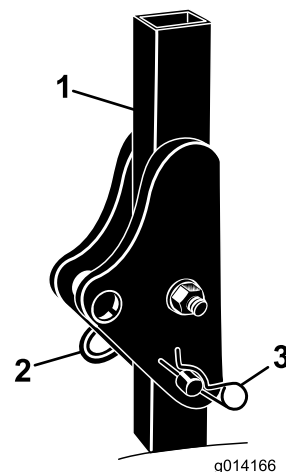

図 5
1. 機体の左右で保護バーからヘアピンコッターを抜き、ピンを外す 図 5。
2. 横転保護バーを立て、ピン2本で固定し、ピンが外れないようにヘアピンコッターで固定する 図 5。